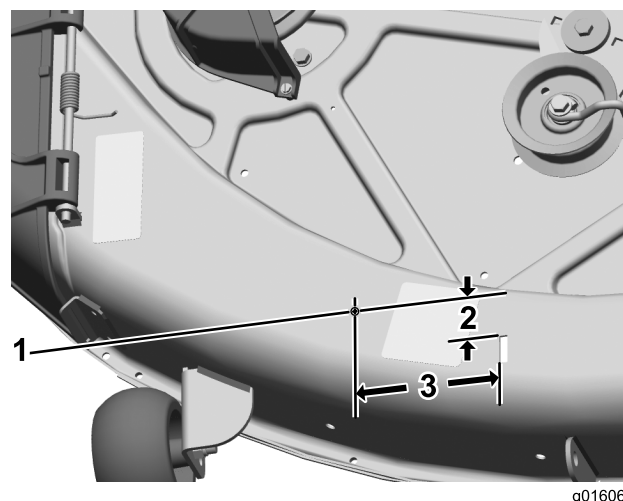

Figure 2
1. Écrou à embase (2)
2. Percez un trou dans le plateau de coupe pour le protège-courroie de plateau droit, comme illustré à la Figure 2.